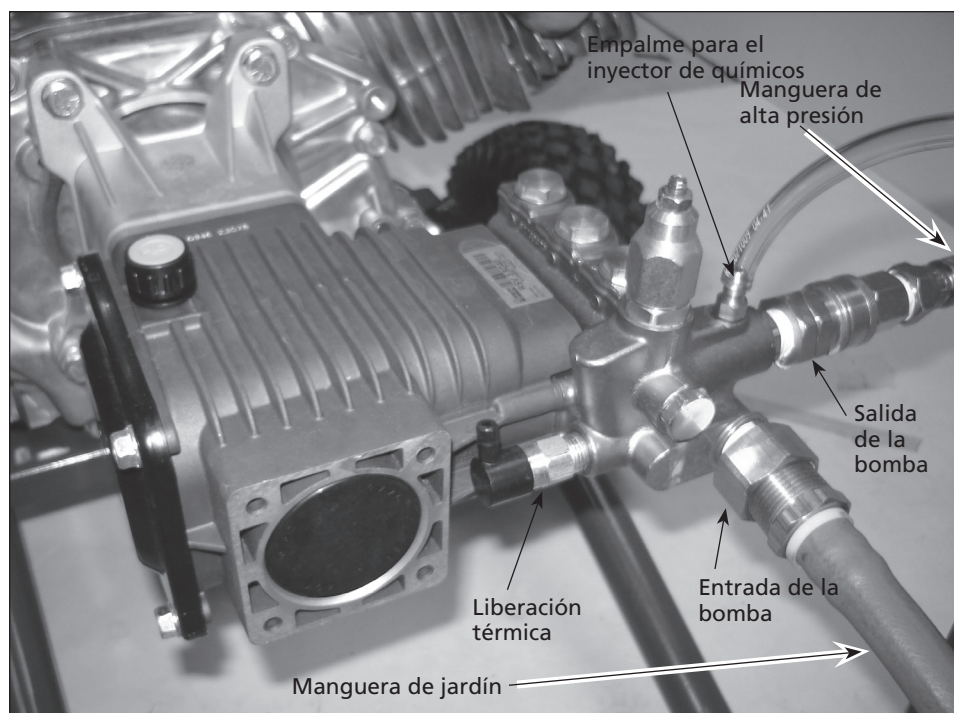

Figura 4 - Conecte la lanza a la pistola
4. Asegure la manguera de jardín (no se incluye) a la conexión de entrada de la bomba (Ver Figura 4).